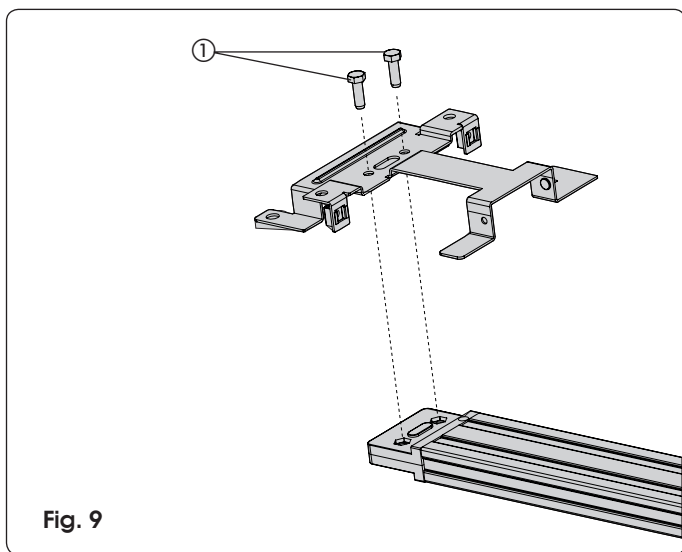

Fig. 9
Antes de fijar la guía de deslizamiento en el techo, ensamble el empalme posterior al correspondiente alojamiento en el grupo acoplamiento tracción y atornille los tornillos como se indica en la Fig. 9 ref. ①.